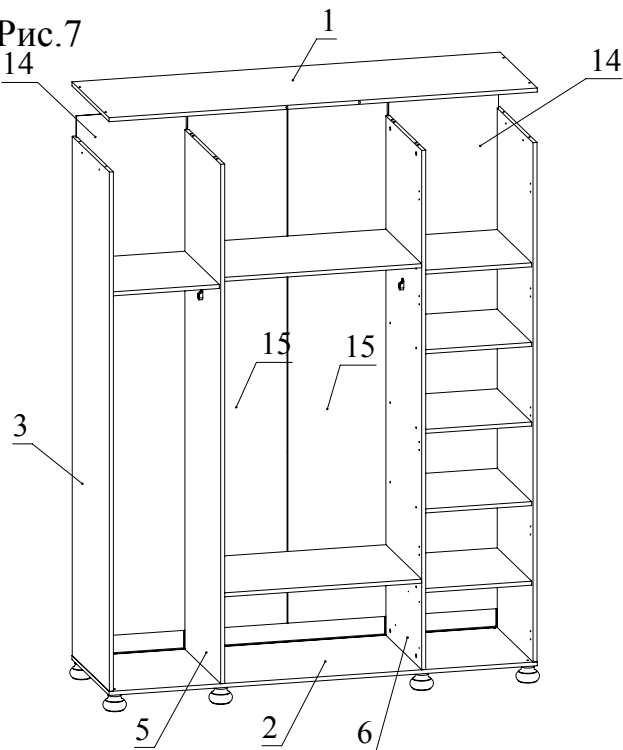

Рис.8
11. Соединить при помощи шурупов 4х30 детали 20, 21 с деталями 3, 4. Установить деталь 19 на детали 1, 20, 21 и зафиксировать, повернув конфирматным ключом головки минификсов по часовой стрелке до упора (Рис. 8).